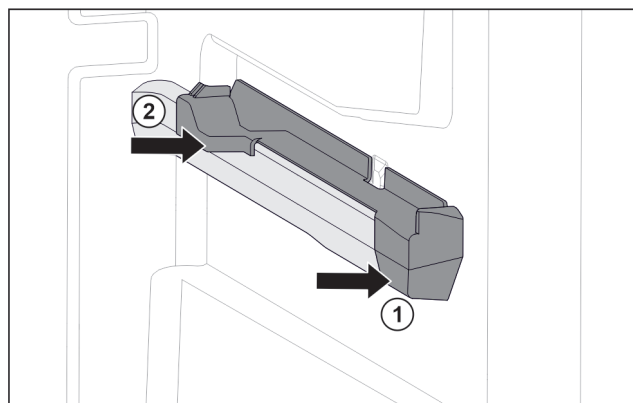

Fig. 76 Élément emboîtable sur la nervure de récipient droite
- Poser le devant de l'élément emboîtable contre la nervure de récipient. Fig. 76 (1)
- Enfoncer l'arrière de l'élément emboîtable. Fig. 76 (2)